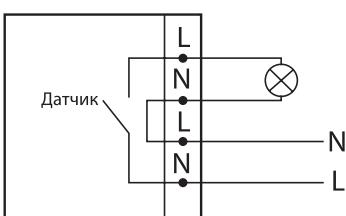

Рисунок 2.
- произведите подключение проводов питания и нагрузки к проводам датчика согласно схеме подключения (рисунок 2)